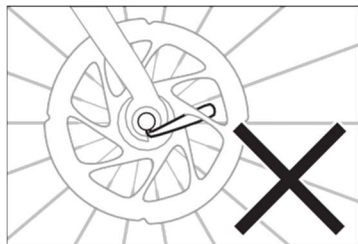

Figure 1.7: Un levier de dégagement rapide mal positionné peut nuire au freinage.
- Si la roue est munie d'un levier de blocage rapide, assurez-vous qu'il est bien fermé et bien positionné : Il ne doit pas toucher la fourche ni un accessoire (porte-bagages, garde-boue, sacoches, etc.), ni nuire aux rayons ou au système de frein à disque lorsque la roue tourne (figure 1.7).